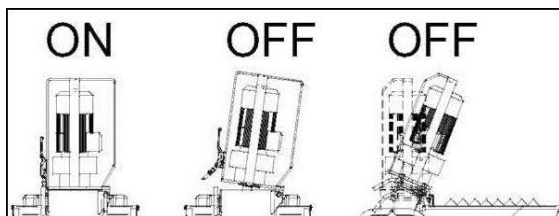

FIG. 11
Fixați dispozitivul în poziție prin intermediul frânei de pe roată (ref. 5, fig. 11).
- Nu puneți niciodată alte materiale decât materialele preamestecate uscate în rezervor. Deschiderea camerei de amestec cauzează oprirea componentelor mobile ale dispozitivului (fig. 11). Mai întâi închideți camera de amestec și apăsați butonul de start pentru a porni dispozitivul.